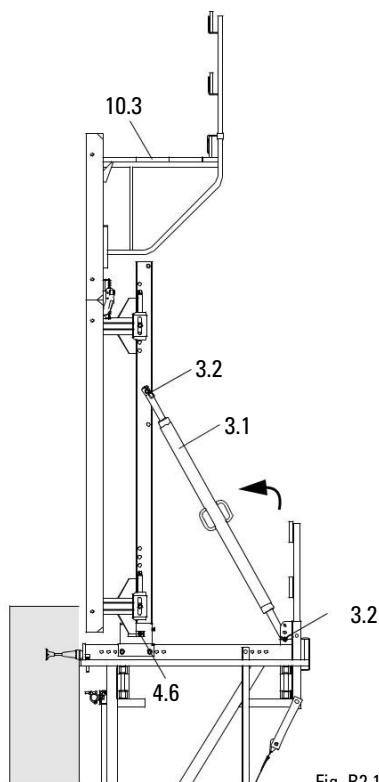

Fig. B2.19
5. Закрепете направляващия шпиндел 164-224 (3.1) към конзолата с болтове и щифтове (3.2). Развийте го на дължина и фиксирайте към трегера. (Fig. B2.19)